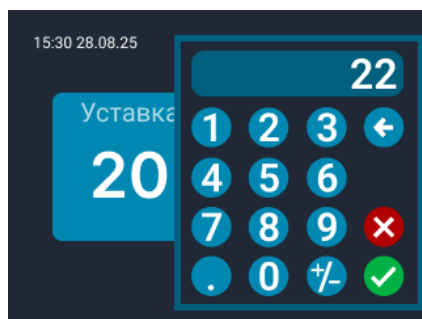

Рис. 8 – Установка заданной температуры
- с помощью цифровой панели (рис. 8) установить желаемое значение температуры;